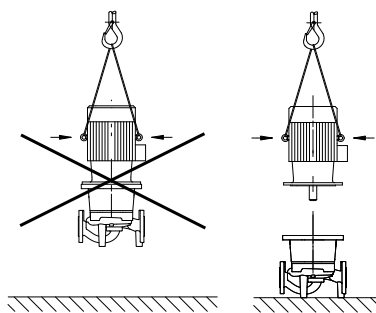

Fig. 20: Transport du moteur
- **N'utiliser les œillets de levage que pour le transport du moteur et non de la pompe complète (Fig. 20).**